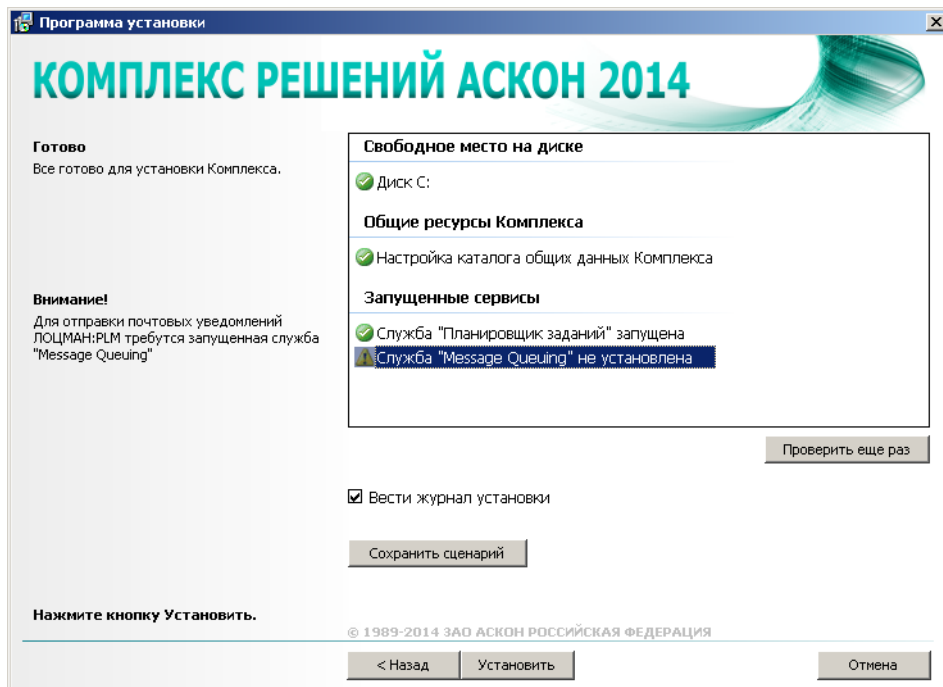

Рис. 3.12.
В окне (рис. 3.12) отображена информация:
3. Откроется окно контроля готовности к установке (см. рис. 3.12 на с. 27).
Если в списке вариантов обслуживания *Комплекса* вы укажете строку **Исправить**, откроется окно контроля готовности к установке (см. рис. 3.12 на с. 27).